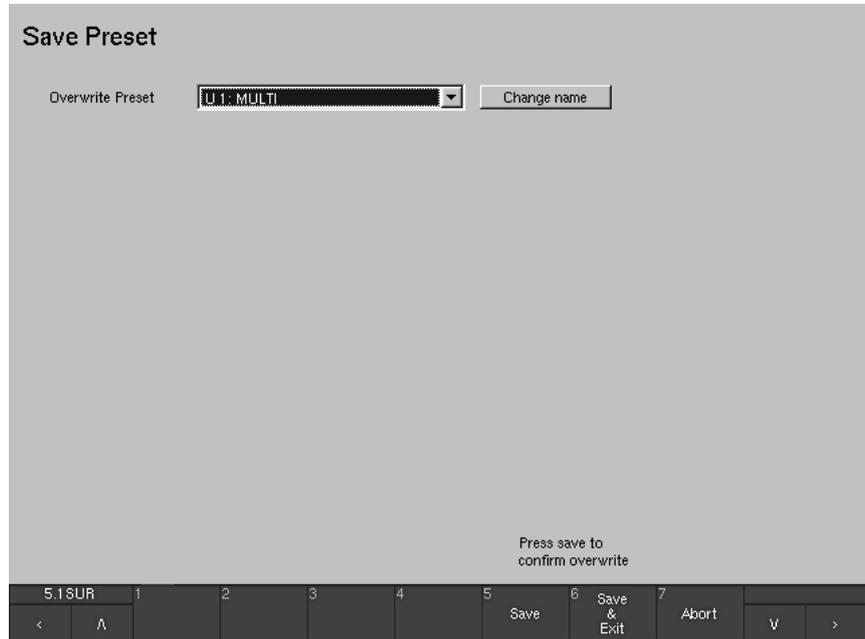

Bild 3-9: Die „Save Preset“-Menü-Seite
Siehe Bild 3-9
12. Klicken Sie nach Abschluss Ihrer Einstellungen auf die Schaltfläche „Close“ der oder des geöffneten Menüfenster(s), bis der „**Save Preset**“-Dialog angezeigt wird (siehe Bild 3-9). Wählen Sie hier eines der 7 User-Presets aus, das mit den neuen Einstellungen überschrieben werden soll.
10. Klicken Sie nach Abschluss Ihrer Einstellungen auf die Schaltfläche „Close“ der oder des geöffneten Menüfenster(s), bis der „**Save Preset**“-Dialog angezeigt wird (siehe Bild 3-9). Wählen Sie hier eines der 7 User-Presets aus, das mit den neuen Einstellungen überschrieben werden soll.